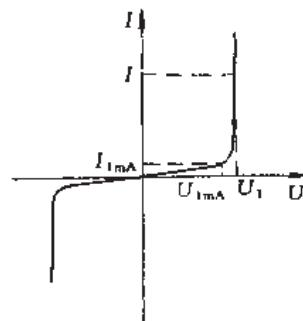

图 2.3.20 压敏电阻的伏安特性
(3) 事故过电压保护 可以用硒堆作电压保护元件。但近年来出现了一种新型的过电压保护元件——金属氧化物压敏电阻 (简称压敏电阻), 它抑制过电压能力强, 能承受大的浪涌电流冲击, 但在正常工作时只有很小的漏电流通过, 损耗很小, 体积也小, 可用在大、中、小容量的变流装置中, 能有效地抑制各种情况的过电压。
① 压敏电阻的特性 压敏电阻的伏安特性见图 2.3.20。由图可见它的特性类似两个反向对接的硒堆特性, 但比硒堆特性更陡直, 因此它比硒堆作过电压保护具有更多的优越性。